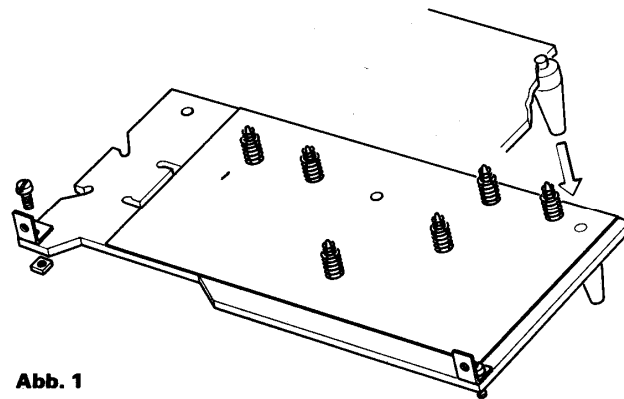

Abb. 1
Lege die Bestückungskarte auf das Versuchsbrett (49) (Abb. 1), so dass die Symbole für die Teile, die auf die Vorderplatte montiert werden, zur Vorderplatte zeigen. Drücke die Haarnadelfedern (20) von unten durch die Löcher, die in der Bestückungskarte ausgestanzt sind. (Abb. 2) Spare aber die Durchführungs-löcher aus, sie sind mit einem grossen Kreis gekennzeichnet. Lege dann das Versuchsbrett flach auf den Tisch und stecke von oben eine Klemmfeder (21) auf die Haarnadelfeder.